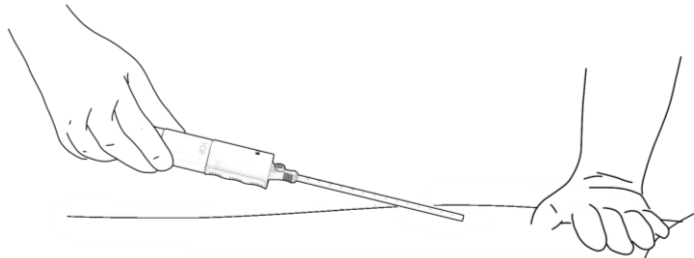

Abbildung 17. Entfernen des entfalteten Geräts.
- Das Abgabesystem vorsichtig aus dem Gewebetrakt ziehen. Abbildung 17.